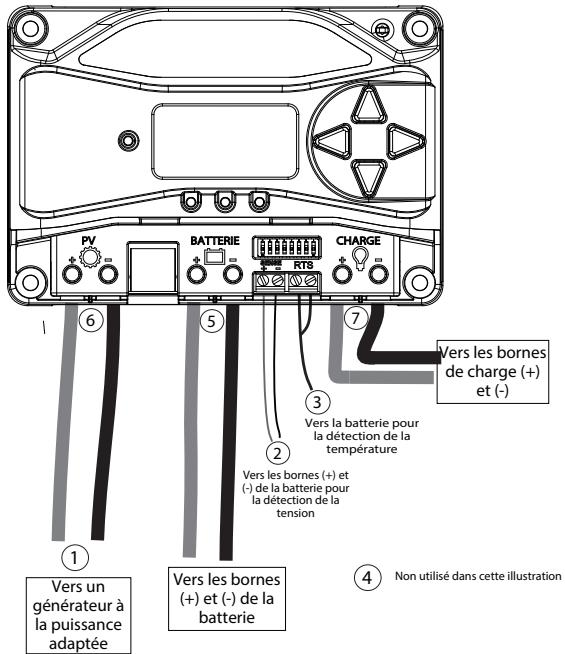

Figure 3-3. Raccordement du ProStar
**VEUILLEZ VOUS REPORTER À LA FIGURE 3.3 EN APPLIQUANT
La section des deux câbles de détection doit être comprise entre 1,0 et 0,25 mm2 (16 à 24 AWG). Ils doivent être coupés dans la longueur de manière à permettre le raccordement de la batterie aux bornes de détection de la tension. La connexion des câbles de détection de la batterie s'effectue à l'aide d'un bornier à deux positions (cf. figure 3.3). L'utilisation d'un câble à paire torsadée est recommandée mais non obligatoire.
Raccordez le RTS au bornier à deux positions situé entre la borne négative de la batterie et la barrette du châssis de mise à la terre (cf. figure 3.3).